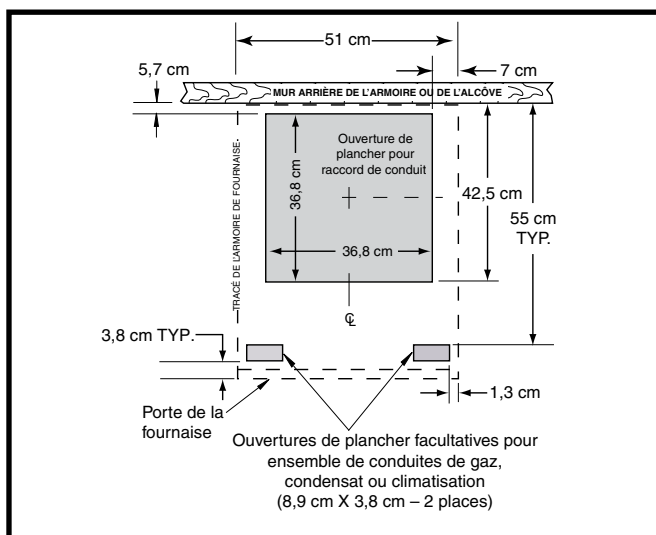

Figure 9. Dimensions de l'ouverture de plancher
1. Mesurez à partir du mur arrière ou de l'alcôve et marquez la ligne centrale du trou dans le plancher. En utilisant la ligne centrale comme point de départ, tracez le reste du trou pour les conduits en fonction des dimensions montrées à la Figure 9.